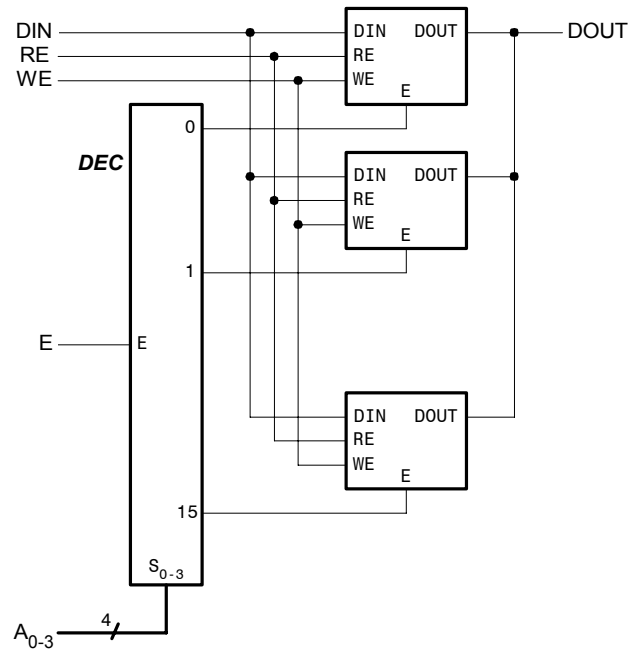

Fig. 14 – Modulo di memoria 16W×1.
Utilizzando un tale elemento di memoria, il modulo  $16W \times 1$  può essere assemblato come illustrato in Fig. 14:
- i decoder di riga e di colonna hanno in totale  $2\sqrt{N}$  uscite, anziché  $N$  come in Fig. 14.
- i decoder di riga e di colonna hanno in totale  $P + Q$  uscite, anziché  $PQ$  come in Fig. 14.